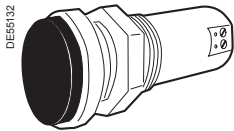

Fig. 8
- soit un voyant à visser pour parois minces ≤ 6 mm (fig. 8),